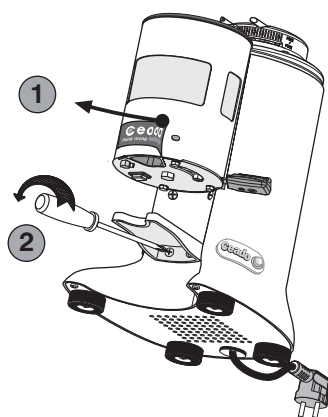

Fig. 13
- Togliere l'adesivo Ceado dal dosatore (1, Fig. 13) e smontare la forcella di appoggio svitando
le viti di fissaggio (2, Fig. 13). Conservare queste ultime in un luogo sicuro.